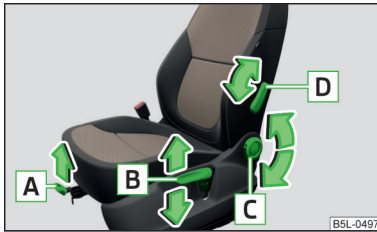

Fig. 39
- > Eliberați spătarul (nu vă sprijiniți) și rotiți rozeta **C** » fig. 39 în sensul uneia dintre săgețile.
- > Rotiți maneta **D** » fig. 39 în sensul uneia dintre săgețile.
Descrierea imaginii » fig. 39
- > Trageți maneta **A** » fig. 39 în sensul săgeții și împingeți scaunul în direcția dorită.
- > Trageți, respectiv împingeți repetat maneta **B** » fig. 39 în sensul uneia dintre săgeți.